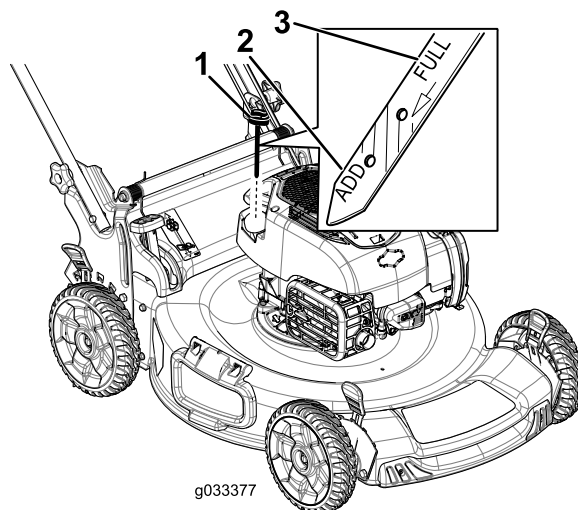

Figure 27
- Tournez le bouchon dans le sens antihoraire et sortez la jauge (Figure 27).
10. Relevez le niveau d'huile indiqué sur la jauge (Figure 27).